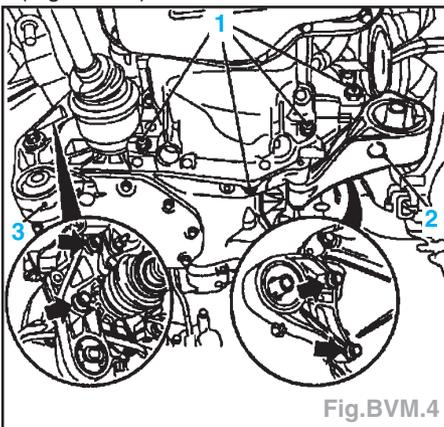

Fig.BVM.4
- Déposer les blocs (2 et 3) et les vis (1) (Fig.BVM.4).